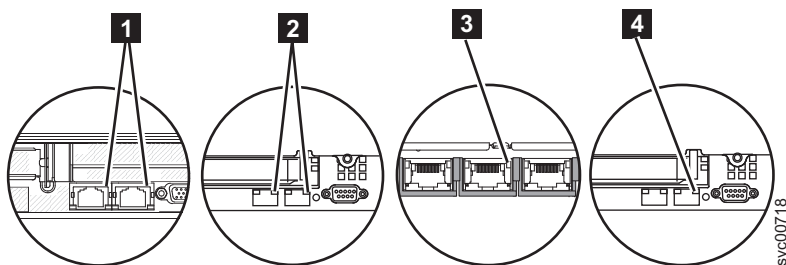
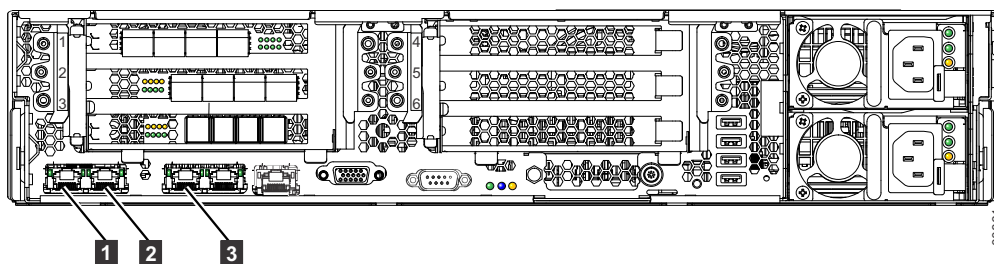

図 83. SAN ポリウム・コントローラー背面パネル上のポート 2 イーサネット・リンク LED
図 84. SAN ポリウム・コントローラー 2145-DH8 の背面にあるイーサネット・ポート
- そのノードからイーサネット・ケーブルを抜き、別のノードのイーサネット・ポート 2 に差し込みます (386 ページの図 83、および 386 ページの図 84 に示すように)。